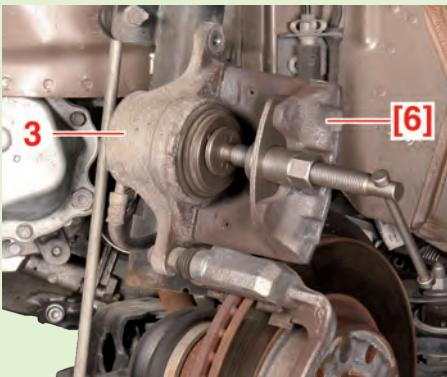

Fig.7
- les agrafes (6).
- Repousser doucement et complètement le piston de l'étrier de frein (3) à l'aide d'un repousse piston [6] (Fig.7).